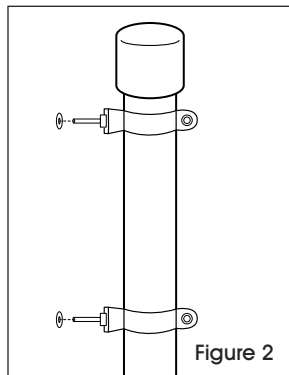

Figure 2
2. Placez les deux supports sur le montant en PVC à l'endroit souhaité pour l'installation de l'enseigne. Serrez complètement les supports à l'aide d'une clé de 7/16 po et d'un tournevis. Glissez une rondelle sur chacun des deux boulons saillant des supports. (Voir Figure 2)